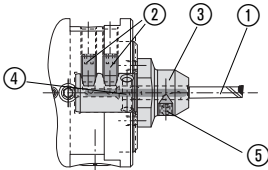

Fig. 2
**Recommandation générale pour fixation de pièces intermédiaires, porte plaquettes et corps crantés: Voir figures 2, 3 et 4.** Veiller les renseignements concernant de serrage en réglage du diamètre page 21.
**Outils d'alésage Mini (Fig. 2)**